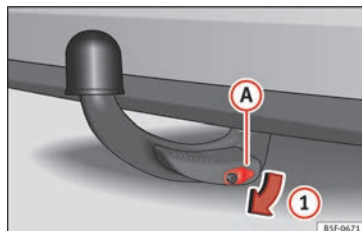

Fig. 240 Retirer le cache de la serrure
- Retirez le cache **(A)** de la serrure dans le sens de la flèche **(1)** » fig. 240.